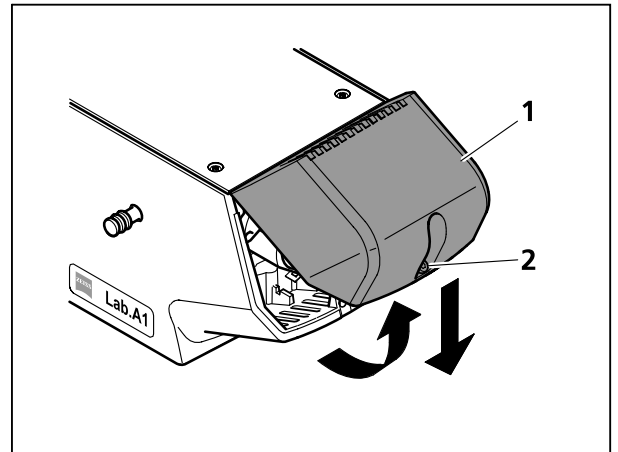

Bild 3-23 Abdeckung abnehmen
- Schraube (Bild 3-23/2) an der Abdeckung lösen.
- Abdeckung (Bild 3-23/1) leicht nach oben kippen und durch Drücken nach unten vom Stativ abnehmen.
- Abdeckung (Bild 3-23/1) leicht gekippt schräg von unten in die oberen Halteelemente des Stativs einsetzen, nach unten kippen und andrücken. Schraube (Bild 3-23/2) festziehen.